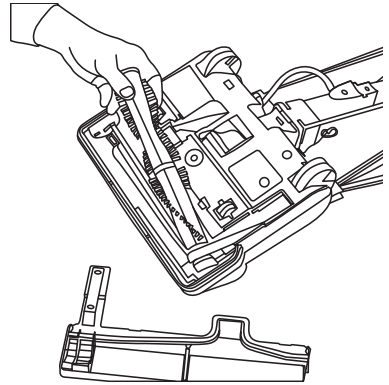

Fig. 13
2. Retirez la brosse et la courroie usée ou cassée de la poulie du rouleau-brosse et de l'arbre de traction du moteur (Fig. 13).